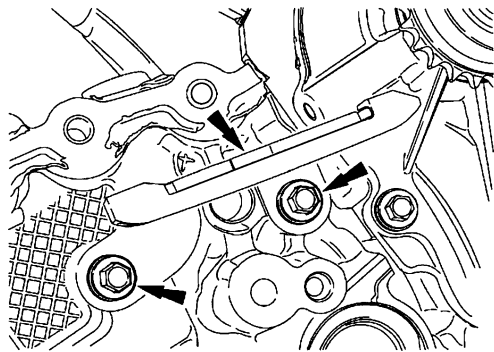

图 15-19 拆卸螺栓和右侧主正时链条张紧器导轨
20) 拆卸 2 个螺栓和右侧主正时链条张紧器导轨，如图 15-19 所示。
1) 安装右侧主正时链条张紧器导轨和 2 个螺栓（图 15-19），将螺栓紧固至 $10\text{N} \cdot \text{m}$ 。